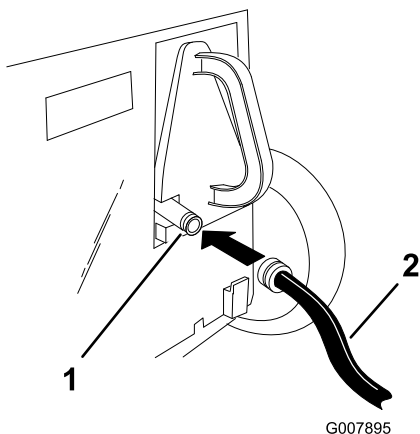

Bild 24
3. Heben Sie die hintere Klappe hoch und bringen Sie die Kupplung am Wasseranschluss des Recycler-Verschlusses an (Bild 24).